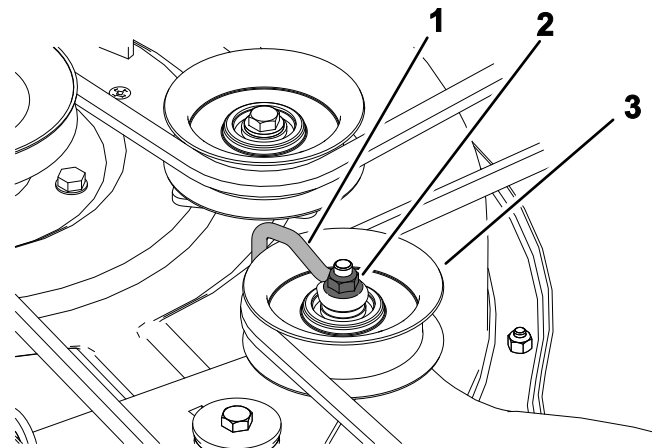

Figura 56
1. Tapa 2. Tornillos (3)
6. Afloje la tuerca que fija el soporte de alambre a la polea tensora (Figura 56).
Nota: Coloque el soporte de alambre contra el brazo tensor, tal y como se muestra en la Figura 56.